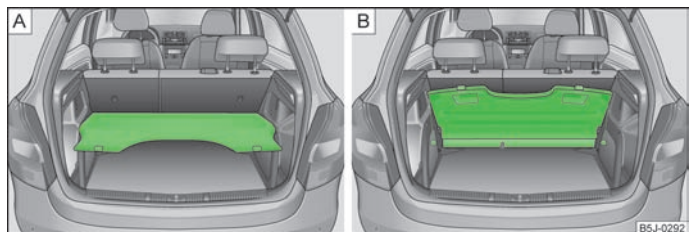

Fig. 46 Tablette du coffre à bagages : en position inférieure/rangée derrière les sièges arrière
- en position inférieure/rangée derrière les sièges arrière » fig. 46 - A » ! ;
- derrière les sièges arrière » fig. 46 - B.
Dans cette position » fig. 46 - A, le couvre-bagages est prévu pour le dépôt de petits objets n'exédant pas un poids de 2,5 kg.